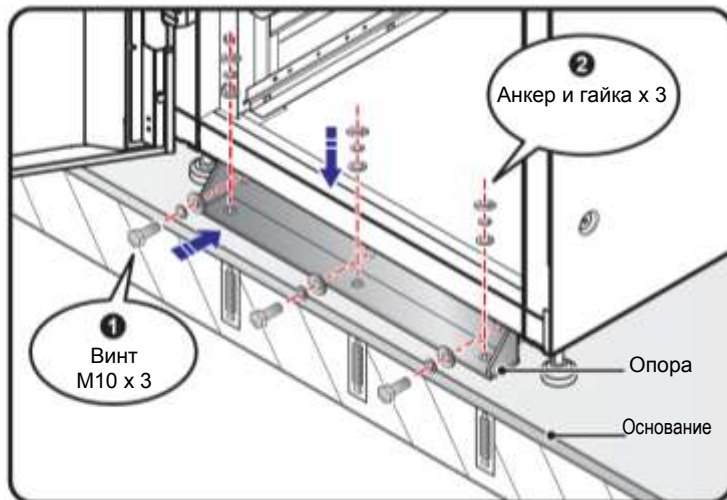

Рисунок 5-3: Установка опоры спереди ИБП
- 3) Используйте 17-мм торцевой ключ и три винта М10 **1** (первоначально используемых для закрепления передней опоры на паллете) для установки этой опоры (снятой во время распаковки) в передней части ИБП. Используйте два анкерных болта **2** (предоставленных квалифицированным персоналом сервиса) для крепления передней выравнивающей опоры ИБП к полу. См. **Рисунок 5-3**.